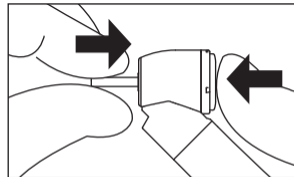

Fig. 5
- 1) Inserire la fresa fino ad assicurarla correttamente in sede (Fig. 5).